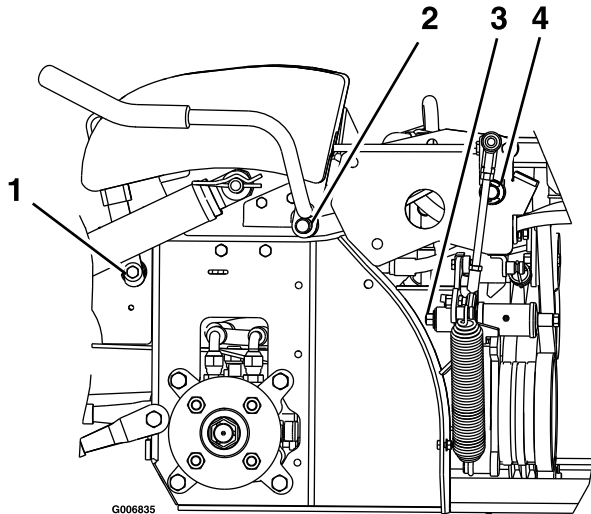

Figura 29
2. Lubrique los casquillos de bronce del pivote de la palanca de freno con lubricante en spray o aceite ligero (Figura 29).